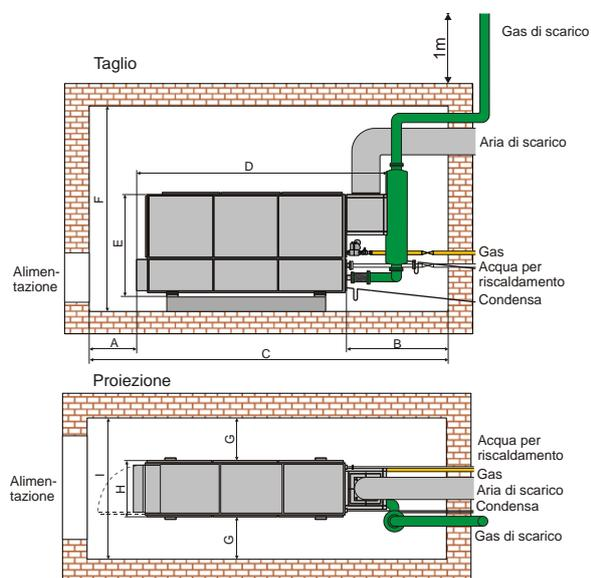

Fig. 6 Misure minime dello spazio di lavoro (misure in mm)
- Per gli interventi di montaggio e manutenzione serve una sufficiente superficie libera (Fig. 6).